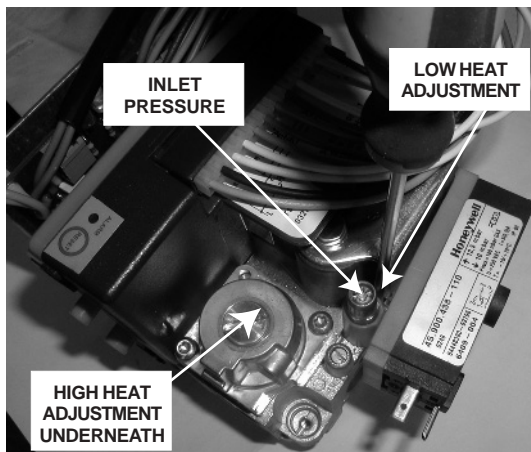

Fig. 18
- Vérifier et régler en cas de besoin la pression d'entrée à 20 mbars (G20) ou 25 mbars pour Groningue (G25) ou 37 mbars pour le propane (G31) après allumage du brûleur gaz (figure 18).